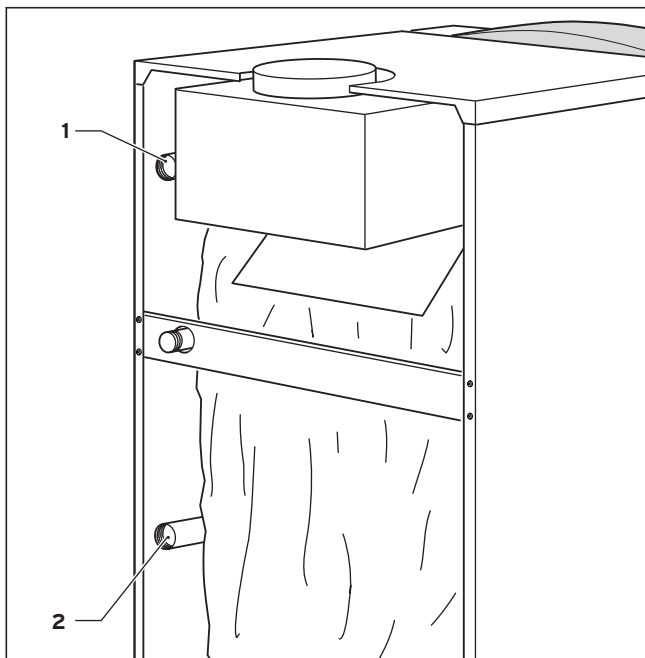

Fig. 4.1 Allacciamento sul lato riscaldamento
- Installare la mandata (1) e il ritorno (2) del riscaldamento in conformità ai dati illustrati in Fig. 4.1.